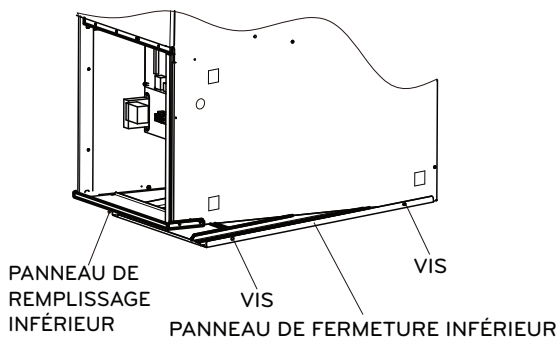

Fig. 6-1 Retrait du panneau de fermeture inférieur
1. Inclinez ou soulevez le four et retirez le panneau de remplissage inférieur à vis de retenue. (Voir Fig. 6-1.)
Ces fours sont livrés avec un panneau de fermeture inférieur installé dans l'ouverture inférieure de retour d'air. Retirez et jetez ce panneau lorsque de l'air de retour inférieur est utilisé. Voir 6.1 et Fig. 6-1 pour le retrait de la fermeture inférieure.